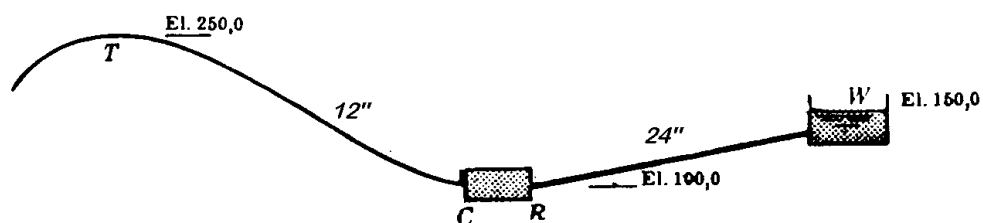

Figura P3.37
3.37 A perda de carga na turbina CR da figura P3.37 é de 200 ft e a pressão em T é de 72,7 psi. Considerando que as perdas são